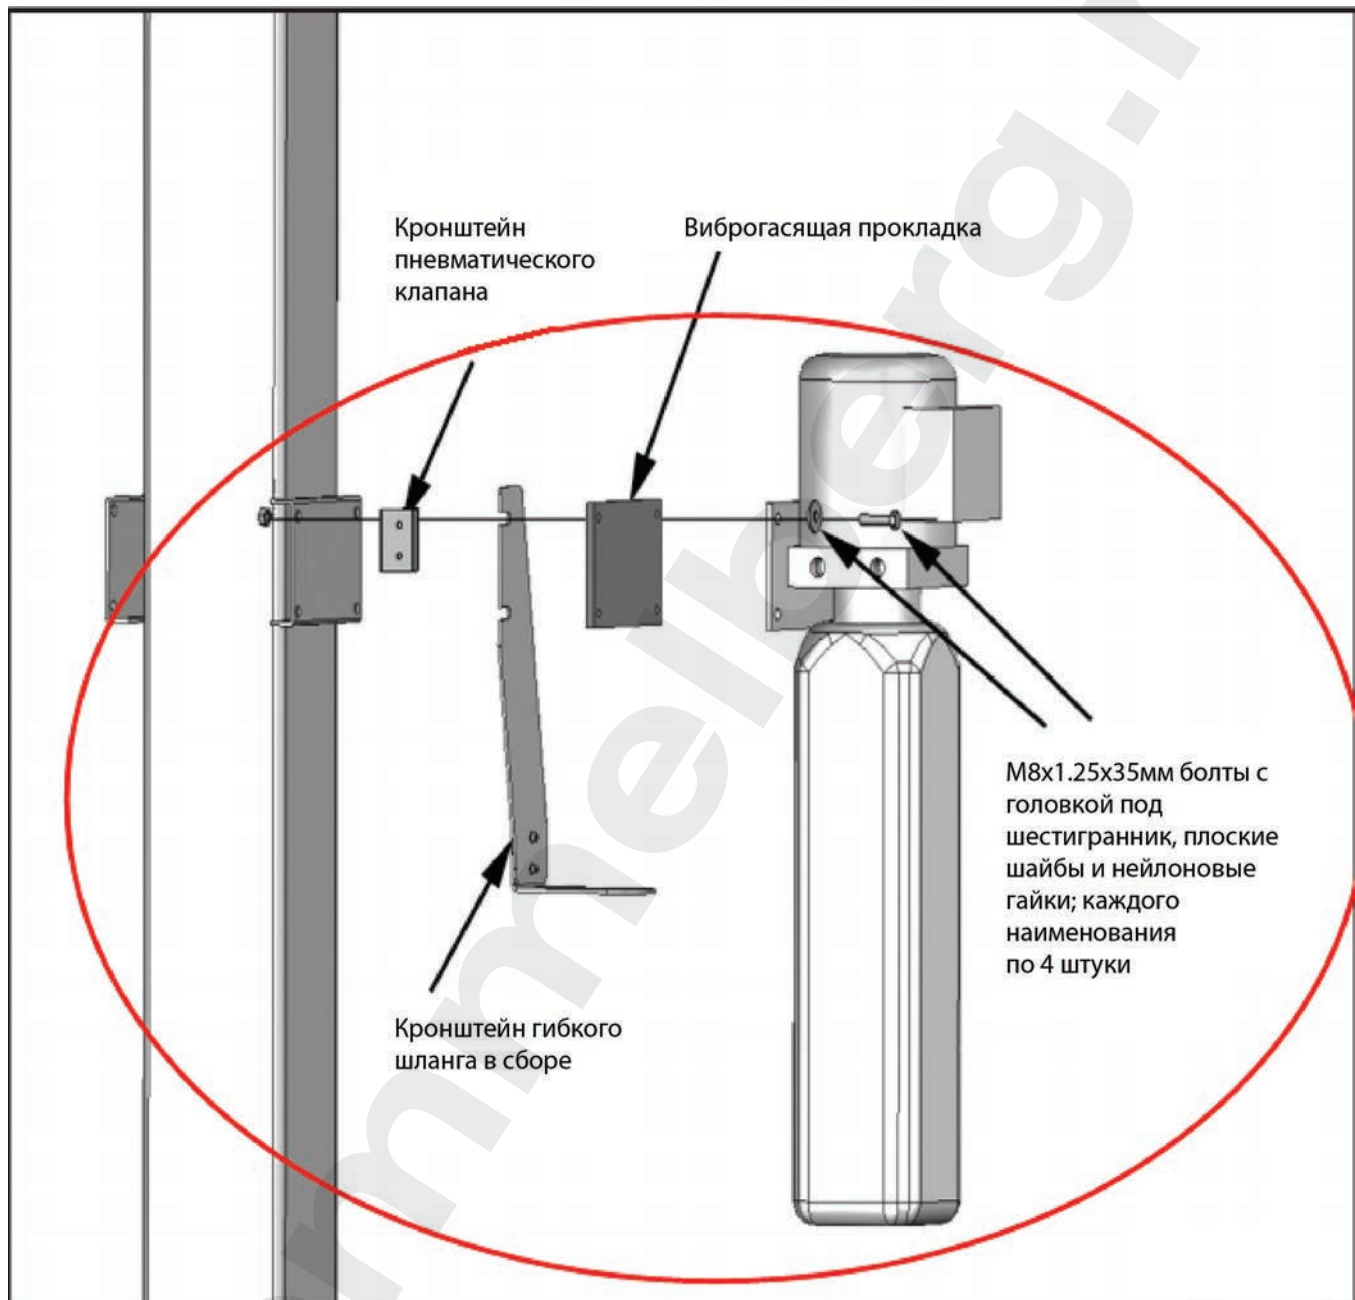

Рис. 9.1
1. Закрепите гидроагрегат на кронштейн, используя болты М8 с головкой под шестигранник и нейлоновые гайки. Залейте необходимое количество (прим. 14 л.) рекомендованной гидравлической жидкости Trommelberg TR-32Н (см. рис. 9.1).